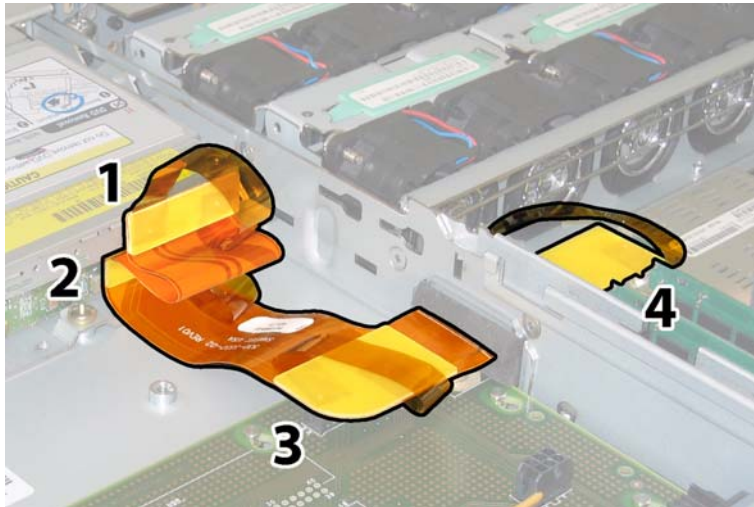

ABBILDUNG 3-51 Ziehen der vier Flex-Kabelstecker
13. Entfernen Sie das Flex-Kabel und die daran angebrachte Schaumgummidichtung von der Gehäusezwischenwand. Ziehen Sie hierzu die vier Kabelstecker an den folgenden vier Stellen ab. Siehe ABBILDUNG 3-51.